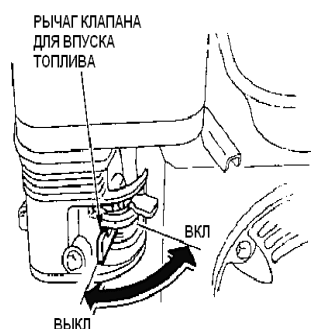

Рисунок 3.
**Топливный кран (рисунок 3)**- открывает и закрывает топливопровод между топливным баком и карбюратором.